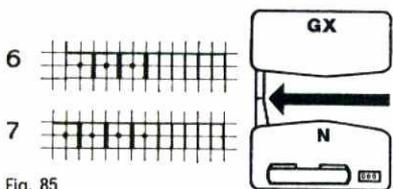

Fig. 85
Beidseitig 6 Maschen aufnehmen, Fig. 85
Nadelstellung zum Aufnehmen einer geraden Maschenzahl (6) Fig. 85 oben
Nadelstellung zum Aufnehmen einer ungeraden Maschenzahl (7) Fig. 85 unten